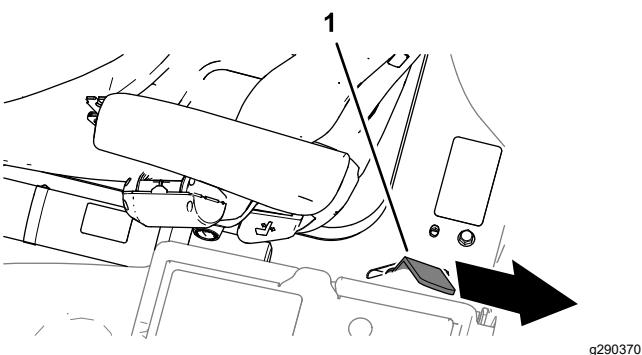

**Figura 46**
2. Quando la piattaforma si è abbassata quasi completamente, spostate la maniglia di fermo della piattaforma (Figura 46) verso la parte anteriore della macchina.